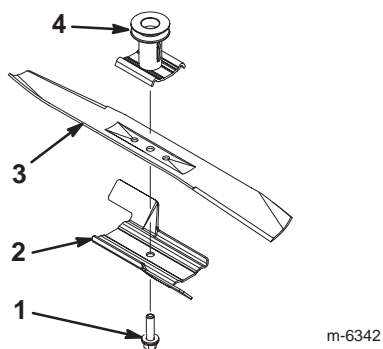

Figure 32
2. Enlevez le boulon de lame, la rondelle de blocage, l'accélérateur et la lame (Fig. 32).